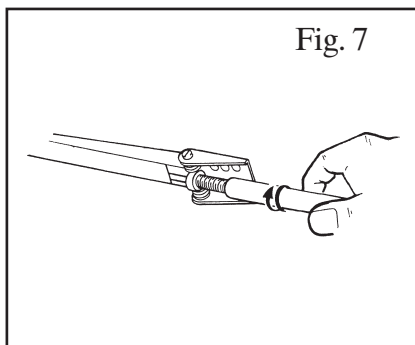

Fig. 7
6. Åbn vinduet så meget at cylinderens gevind kan nå cylinderophænget (3). Skru nu cylinderen i indtil der er lige meget gevind synligt på begge sider af ophænget (3) – se fig.7.